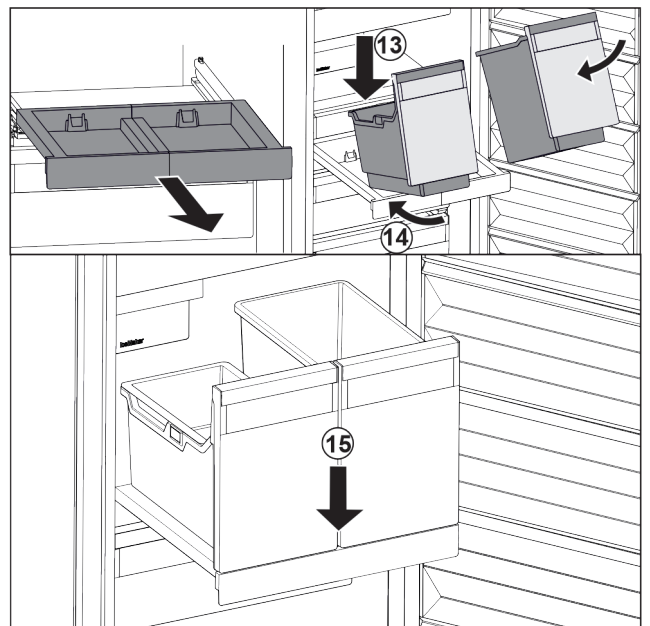

Fig. 86
- ▶ Nasadte nádobu šikmo na vyťahovaciu poličku. Fig. 86 (13)
- ▶ Zasuňte nádobu šikmo dozadu. Fig. 86 (14)
- ▶ Zložte nádobu vpredu. Fig. 86 (15)